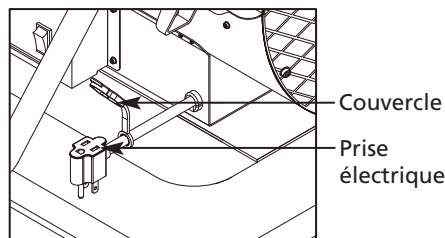

Figure 8 – Cordon d'alimentation mixte
- Toujours couvrir la prise électrique lorsqu'elle n'est pas utilisée. Voir la Figure 8.